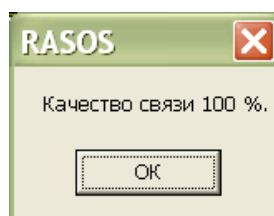

Рисунок 15
- 4) Качество связи с БКД-М должно быть 100% (рисунок 15).